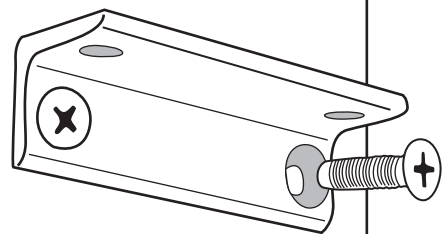

Abb. 4
Nachdem Sie die fünf Löcher gebohrt haben, schrauben Sie die Alu-Halterungen für die Montage des Powerhouse mit den vier (4) Kreuzschlitz-Senkblech-Schrauben #10 aus Edelstahl, die im Lieferumfang enthalten sind an die Fahrzeugwand (Abb. 4).